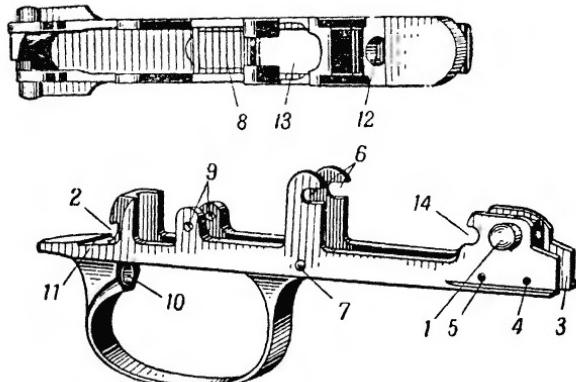

Рис. 30. Спусковая скоба:
**31. Спусковая скоба** (рис. 30) служит для соединения частей ударно-спускового механизма. Она имеет: цапфы для соединения со ствольной коробкой; поперечный вырез для зуба защелки; передний вырез для защелки магазина; отверстие для оси защелки; отверстие для оси автоматического спуска; вы-